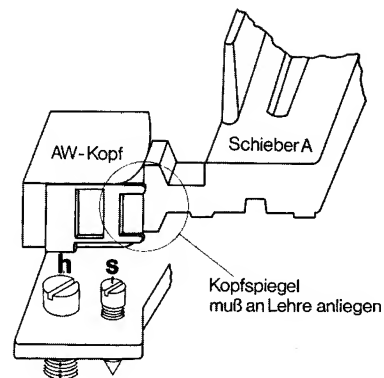

Bild 4 Senkrechtstellen des Kopfspiegels mit Lehre - 034
- Schieber (A) nach rechts schieben.
- Schraube (S) so weit verdrehen, bis der Kopfspiegel parallel zum Schieber A steht (satt anliegt, s. Bild 4).